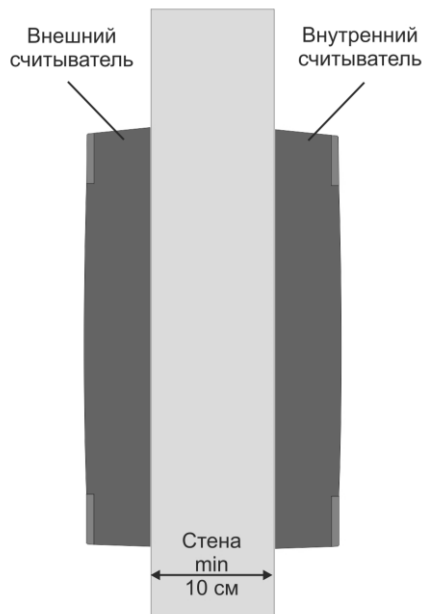

Рисунок 7. Крепление считывателей на одном уровне
- При установке считывателей на одном горизонтальном и вертикальном уровне (рисунок 7) толщина стены должна быть не менее 10 сантиметров.